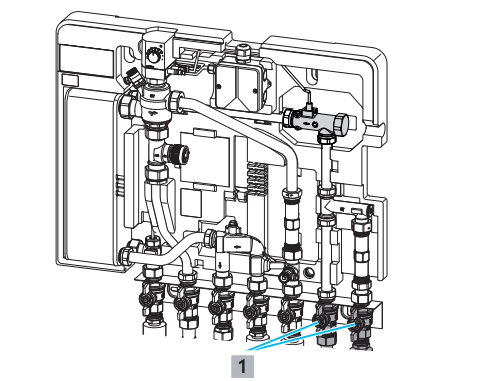

Abb. 3: Demontage /Montage Volumenstromsensor
1 Schließen Sie die markierten 2 Kugelhähne (siehe Abb. 3 (1)) der Kugelhahnanschlussleiste.